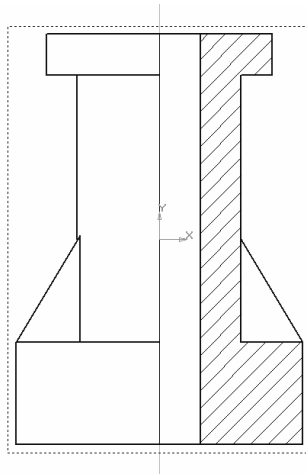

Рис. 59. Результат корректировки разреза
- «вручную» дочертите отрезками контур ребра жесткости и вновь нанесите штриховку (рис. 59).